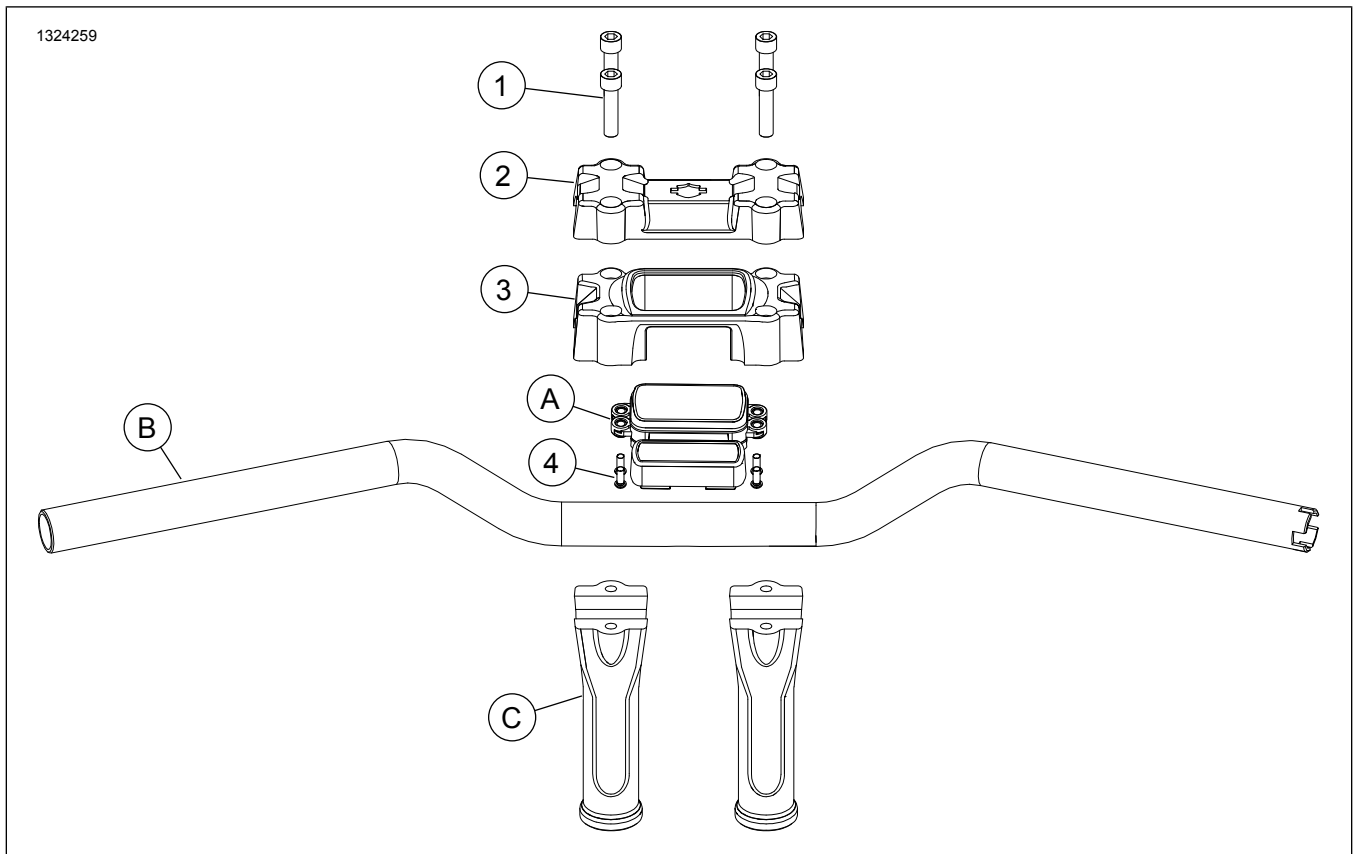

Figure 1. Liste des pièces de rechange : Kits de fixation
- Voir la figure 1. Enlever et jeter les vis OEM (1) et le collier supérieur OEM des élévateurs (C).
- Consulter le Module d'installation en vue de l'installation du module d'instrument numérique à collier de jauge (3).
- Placer le guidon (B) sur les élévateurs (C). Vérifier que les zones moletées du bord extérieur de chaque élévateur sont égales.
- Régler le guidon (B) à la position souhaitée.
- Installer les vis hexagonales creuses avant (1). Serrer.
Voir la figure 1. Installez le module de l'instrument.